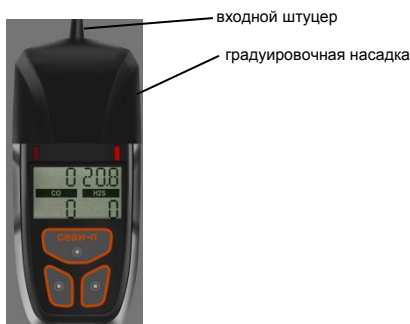

Рис. 3. Газоанализатор с градуировочной насадкой
2.3.4. Для проведения измерений в удаленных и труднодоступных местах с помощью устройства принудительной подачи пробы ПРУС-2П, установите градуировочную насадку на верхней части корпуса газоанализатора (рис. 3), соедините входной штуцер градуировочной насадки с выходом (магистраль избыточного давления) устройства принудительной подачи пробы ПРУС-2П. Поместите конец пробоотборной трубки в точку контроля и включите устройство принудительной подачи пробы.
3.3.3. Для проверки работоспособности газоанализатора соедините баллон с ПГС с градуировочной насадкой, наденьте градуировочную насадку на газоанализатор, как показано на рис. 3. Подайте ПГС на вход газоанализатора в течение 3 мин с расходом 0,3 – 0,4 л/мин. По мере нарастания показаний должна сработать сигнализация, соответствующая Порогу 1 и Порогу 2. После установления показаний зафиксируйте численное значение концентрации на индикаторе. Показания газоанализатора для измеряемого компонента должны иметь отклонения от действительного значения его концентрации в ПГС, не превышающие погрешность измерения, указанную в таблице 1.